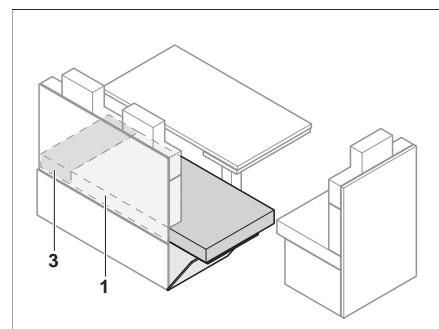

Fig. 115 Après l'agrandissement
- Tirer le coussin d'assise (Fig. 115,1) sur la rallonge de la banquette.
- Placer les coussins supplémentaires (Fig. 115,3) entre les coussins d'assise (Fig. 115,1) et la paroi extérieure.